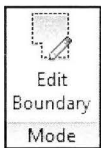

Fig. 10.50.
- Klik *Edit Boundary* (Fig. 10.50). Omridset af gulvet bliver nu lyserød igen.